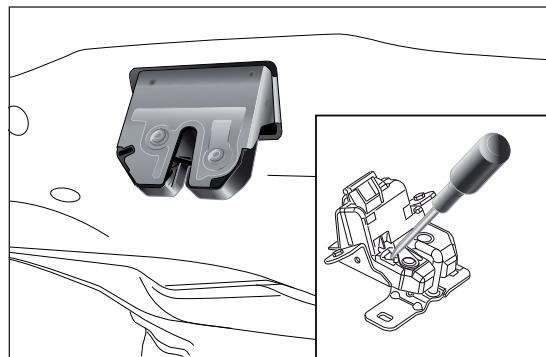

fig. 51
- rimuovere il tappo di protezione e azionare lo sgancio della serratura mediante cacciavite o inserto metallico fig. 51.